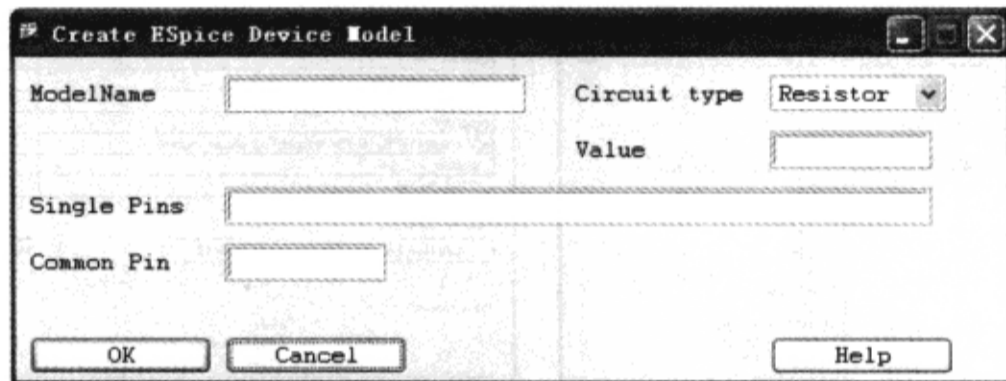

图 3-8-26 “Create ESpice Device Model”对话框（一）
(7) 单击“Add->”按钮, 选择“ESpiceDevice”, 打开“Create Espice Device Model”对话框, 如图 3-8-26 所示。